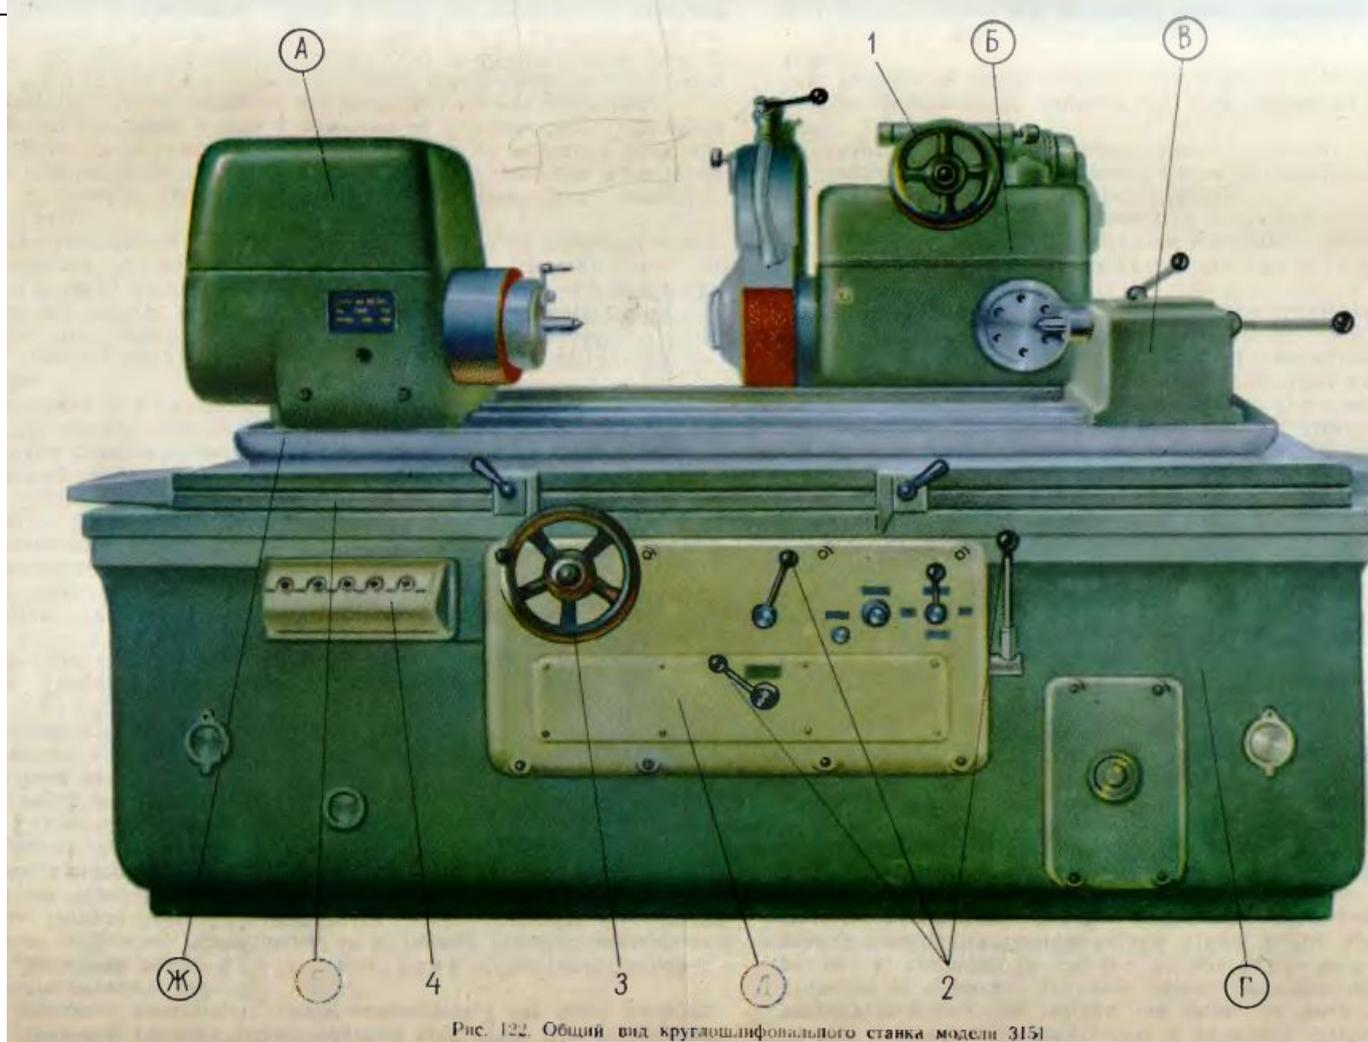

Рис. 122. Общий вид круглошлифовального станка модели 3151
**Основные узлы станка (рис. 122).** А — бабка изделия; Б — шлифовальная бабка; В — задняя бабка; Г — станина; Д — гидропривод стола; Е — стол; Ж — поворотная плита.